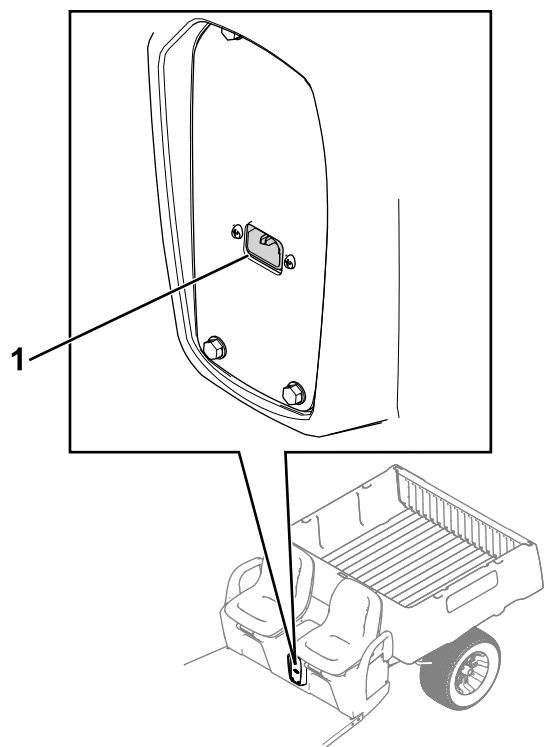

Figure 25
1. Branchez le cordon d'alimentation sur la prise du chargeur de la machine (Figure 25).